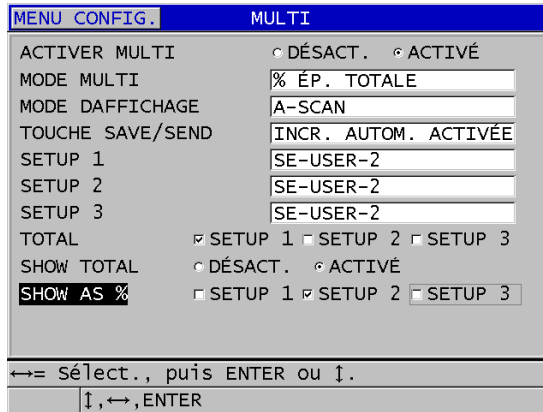

Figure 7-10 Réglages des paramètres de mesures multiples en mode % ÉP. TOTALE
2. Dans l'écran **MULTI**, faites ce qui suit (Figure 7-10 à la page 123) :